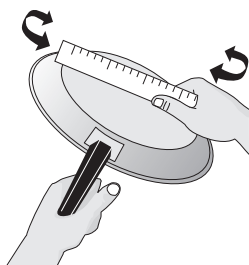
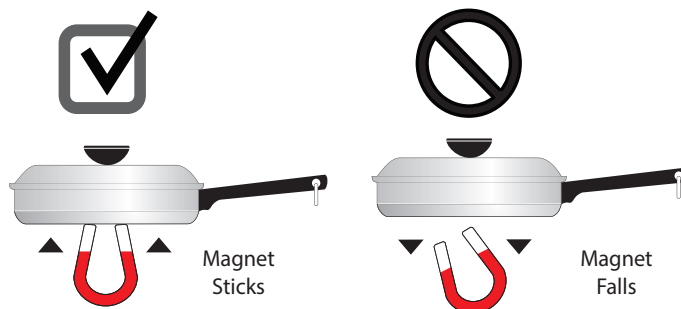

Figure 1 : Test de la règle
Figure 2 : Test de l'aimant
Le type d'ustensile de cuisson utilisé et sa dimension influencent le réglage de la température nécessaire à l'obtention de résultats de cuisson optimaux. Assurez-vous de suivre les recommandations relatives à l'utilisation des ustensiles appropriés, tel qu'illustré sur la Figure 1 et la Figure 2.
Vérifiez que le fond des ustensiles est bien plat en y faisant tourner une règle (voir Figure 1). Les ustensiles de cuisson doivent avoir un dessous plat qui entre bien en contact avec toute la surface de la zone de cuisson (voir Figure à la page 14).
- **Acier inoxydable** – Conducteur de chaleur lent qui donne des résultats de cuisson variables. Il est durable, facile à nettoyer et il résiste aux taches. Certains types d'acier inoxydable ne fonctionneront pas sur une table de cuisson à induction. Utilisez le test de l'aimant (Figure 2) pour vérifier le magnétisme de votre ustensile de cuisson en acier inoxydable.
- **Émail vitrifié sur métal** – Les caractéristiques de chauffage varient selon le matériau de base. Un ustensile fait d'un métal compatible recouvert d'émail vitrifié fonctionnera sur une table de cuisson à induction. Utilisez le test de l'aimant (Figure 2) pour vérifier le magnétisme de votre ustensile de cuisson en émail vitrifié.
Pour vérifier qu'un ustensile de cuisson fonctionnera sur votre table de cuisson à induction, essayez d'y faire coller un aimant (voir Figure 2).